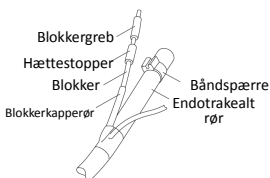

Fig.6
1. Flyt hættestopperen, roter den (om nødvendigt), og monter den på blokkerkapperøret (Fig. 6).